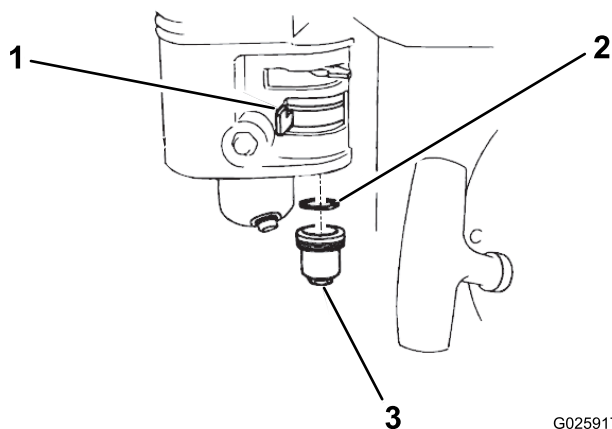

図 19
1. 燃料バルブを OFF 位置にセットし、異物カップとOリングを取り外す図 19。